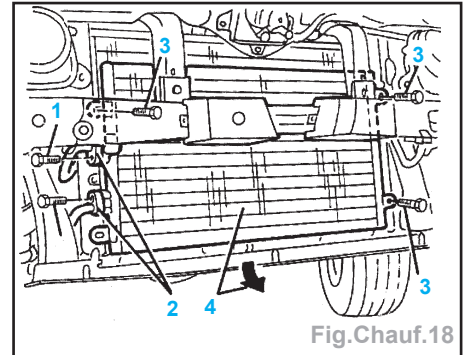

Fig. Chauff.18
- les vis (1 et 3), débrancher les raccords (2) et le condenseur (4) (Fig. Chauff.18).